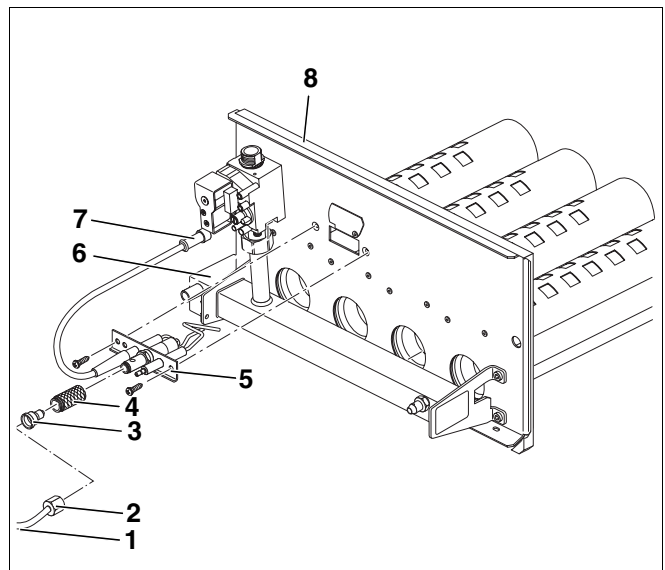

Abb. 39 Brenner reinigen
- Verschraubung der Zündgasleitung (Abb. 39, **Pos. 1**) am Zündbrenner (Abb. 39, **Pos. 5**) lösen.
- Zündgasdüse (Abb. 39, **Pos. 3**) und Luftsieb (Abb. 39, **Pos. 4**) herausnehmen und ausblasen.
- Die beiden Schrauben am Zündbrenner (Abb. 39, **Pos. 5**) lösen und den Zündbrenner vorsichtig herausziehen.
Achten Sie darauf, dass der Wärmeschutz am Brennerschild (Abb. 39, **Pos. 8**) und der Zündtrafo (Abb. 39, **Pos. 6**) nicht nass werden. Schrauben Sie den Zündtrafo gegebenenfalls ab.